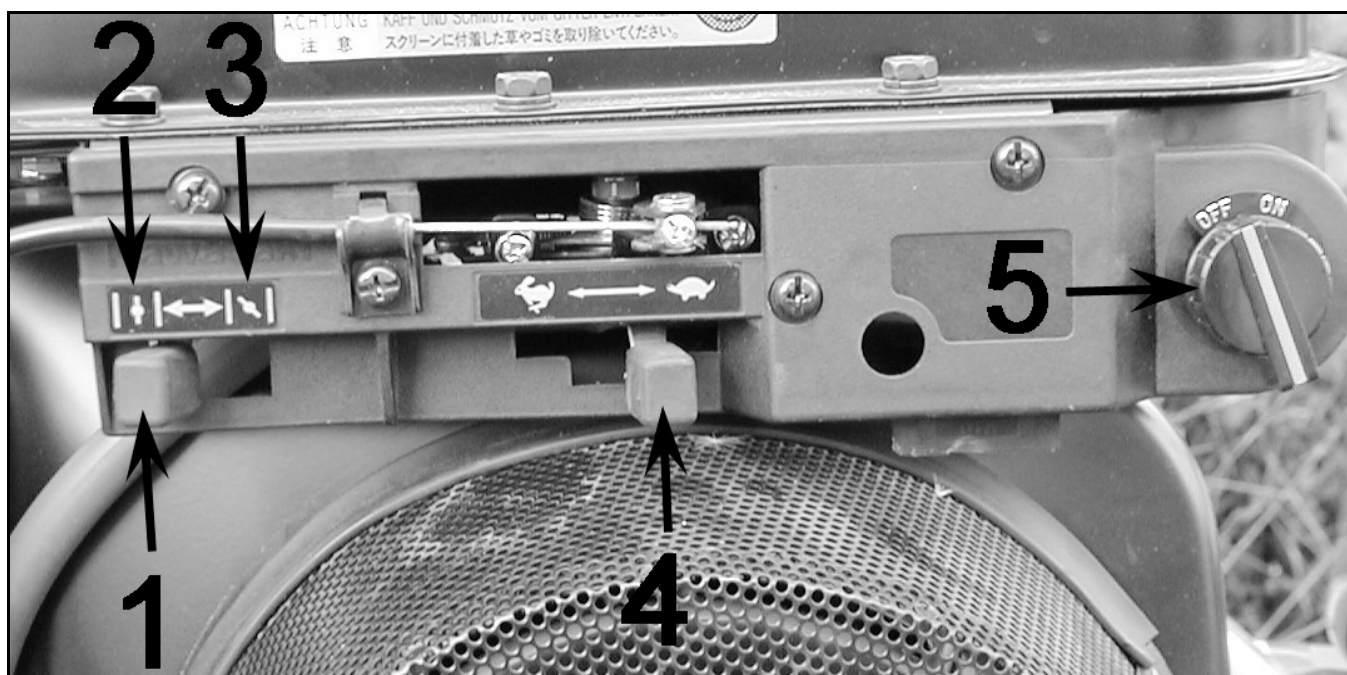

Figure 4
Il sert lors du démarrage à froid. Pour l'actionner, déplacez le levier (Figure 4, repère 1) vers l'arrière (Figure 4, repère 3). Une fois le démarrage effectué il faut ramener le levier sur la position ouverte (Figure 4, repère 2). Ne l'actionnez pas moteur chaud.
Tournez le contacteur de démarrage sur la position « ON » (figure 4, repère 5) pour démarrer la machine. Tournez le contacteur de démarrage sur la position « OFF » (figure 4, repère 5) pour arrêter la machine
Le levier d'accélérateur (Figure 4, repère 4) permet la variation du régime moteur. Il fonctionne en parallèle avec celui se trouvant sur le mancheron.
- Poussez le levier de starter (Figure 4, repère 1), vers l'arrière.
- Tournez le bouton de contact sur la position "ON" (Figure 4, repère 5).
- Tournez le bouton sur la position "OFF" (Figure 4, repère 5).